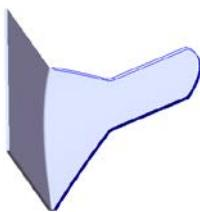
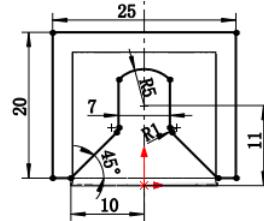

图 3.6 切除一拉伸 1
图 3.7 横断面草图
Step4. 创建图 3.6 所示的切除—拉伸 1。
(1) 选择命令。选择下拉菜单 **插入(I)** → **切除(C)** → **拉伸(E)...** 命令。
(2) 定义特征的横断面草图。
① 定义草图平面。选取上视基准面作为草图平面。
② 定义横断面草图。在草图环境中绘制图 3.7 所示的横断面草图。
(3) 定义切除深度属性。在“切除—拉伸”对话框 **方向 1** 区域的  下拉列表中选择 **完全贯穿** 选项，选中 正交切除(N) 复选框，选中 方向 2 选项。